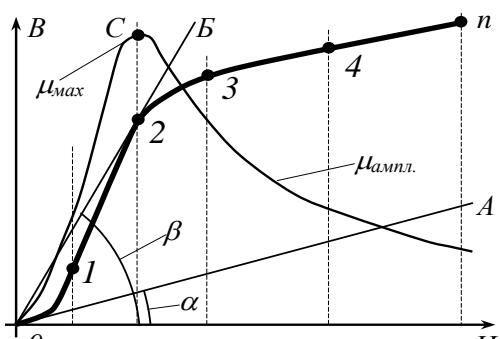

Рис. 2. К методике определения  $\mu_{\text{ нач.}}, \mu_{\text{ max.}}$  и  $\mu_{\text{ампл.}}$
Графически начальная  $\mu_{\text{ нач.}}$  и максимальная  $\mu_{\text{ max.}}$  магнитные проницаемости определяются из измеренных кривых намагничивания. Иметь ввиду, что в случае равенства масштабов по осям  $B$  и  $H$   $\mu_{\text{ нач.}} = \tan \alpha$ , а  $\mu_{\text{ max.}} = \tan \beta$  (рис. 2). Угол  $\alpha$  - угол АОН между касательной к кривой намагничивания при намагничивающем поле стремящемся к 0 и осью поля. Угол  $\beta$  - угол БОН между касательной к кривой намагничивания в точке перехода от участка намагничивания к участку насыщения (2), проходящей через начало координат. Если масштабы по осям разные  $\mu = k \cdot \tan \alpha (\beta)$ .  $k$  – отношение масштаба по оси  $B$  к масштабу по оси  $H$ .